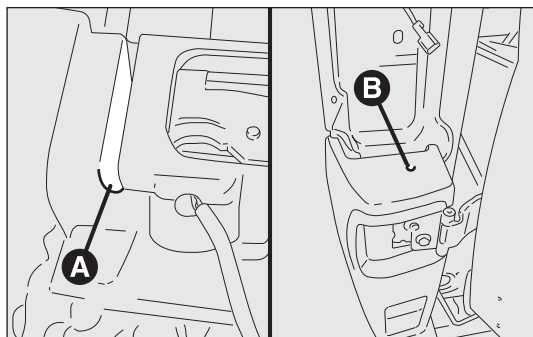

fig. 193
- ☐ dévisser la fixation inférieure A entre le pare-chocs central et latéral fig. 193;